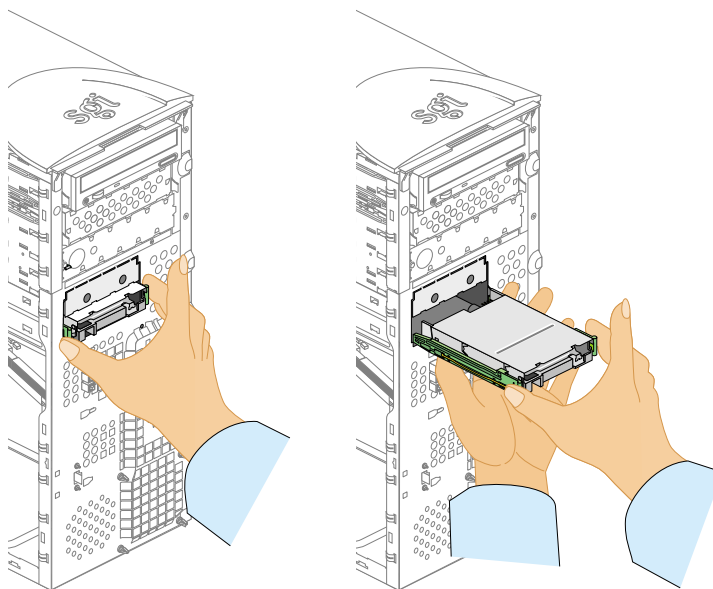

Figure 2-6 Retrait du lecteur de disquette de sa baie
3. Pour enlever un lecteur de disquette de sa baie, appuyez sur les pattes en plastique du rail de guidage de chaque côté du lecteur de disquette et faites sortir le lecteur du châssis. La Figure 2-6 page 22 montre la procédure à suivre (la Figure 2-6 montre le démontage d'un lecteur de disquette 3 pouces $\frac{1}{2}$: on procédera de la même façon pour un lecteur 5 pouces $\frac{1}{4}$).
3. Pour faire sortir le lecteur de disquette 3 pouces ½ de sa baie, appuyez sur les pattes en plastique du rail de guidage de chaque côté du lecteur et extrayez le lecteur du châssis. La Figure 2-6 montre la procédure correspondante.